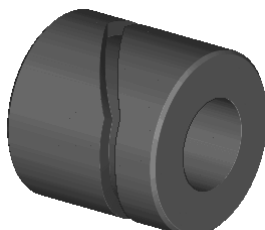

图 5.3.14 2D 仿真结果
Step2. 在“可变轮廓铣”对话框中单击“确认”按钮, 在系统弹出的“刀轨可视化”对话框中单击 2D 动态选项卡, 单击“播放”按钮, 即可演示刀具按刀轨运行, 完成演示后的结果如图 5.3.14 所示, 单击 确定按钮, 完成操作。